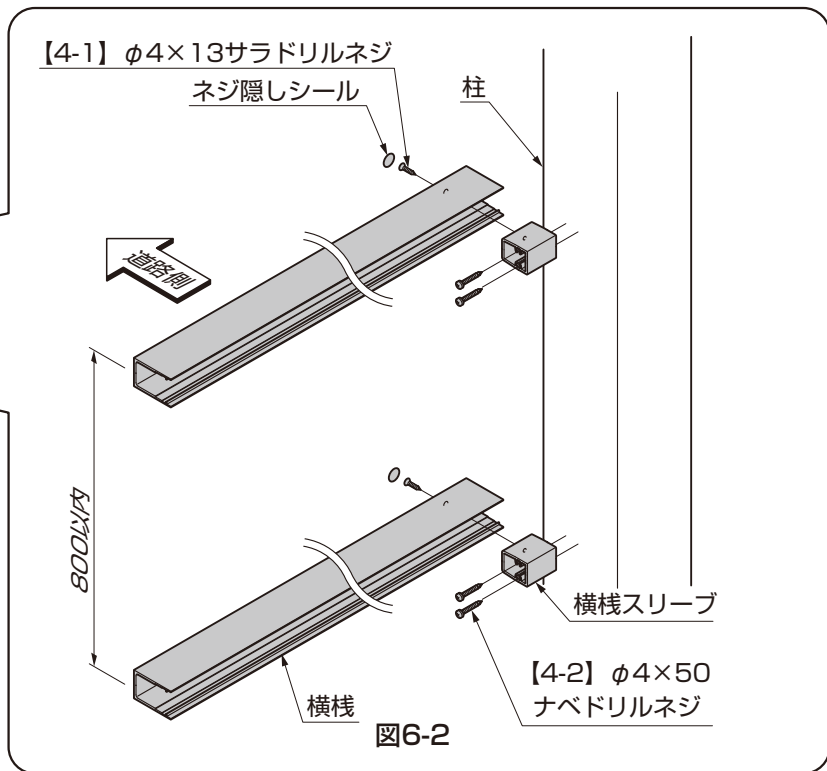

図6-2
- ①横棧スリーブを柱に【4-2】で取付けてください。(図6-2参照)
- ②横棧を横棧スリーブに【4-1】で取付けてください。